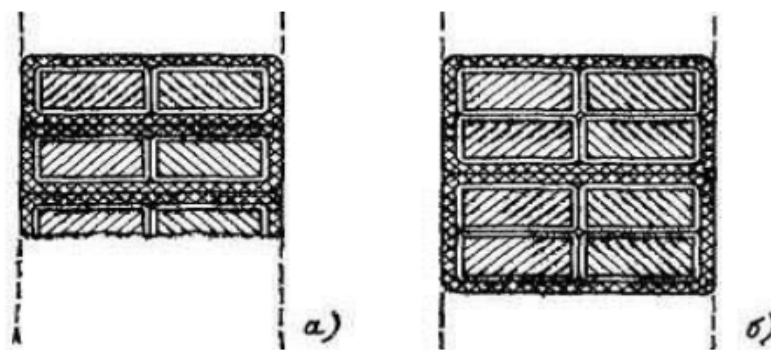

Рис.3. Взаємне розташування провідників в котушці а) котушки с двома паралельними провідниками у витку; б) котушки с чотирма паралельними провідниками у витку
- котушки вкладають вручну у пази якоря; причому в машинах змінного струму більшу сторону провідника розташовують паралельно дну паза (рис. 3) з метою